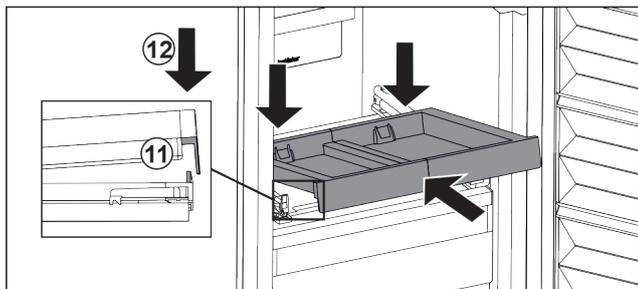

Fig. 103
- ▶ Gurnite ukoso. Pazite na to da je na obje strane graničnik iza jezička. Fig. 103 (11)
- ▶ Spustite izvlačnu ploču naprijed. Fig. 103 (12)